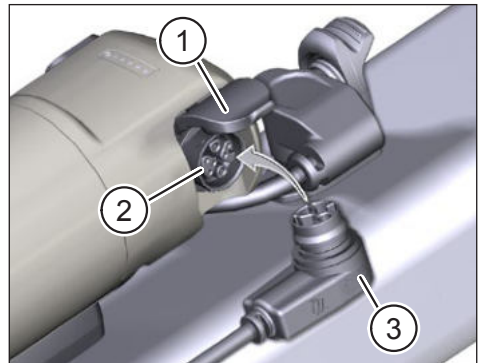

Fig. 3: Range extender laden
- ▶ Klap het deksel (Pos. 1 in Fig. 3) op de laadpoort van de range extender open.
- ▶ Controleer of de contacten in de laadpoort (Pos. 2 in Fig. 3) vrij zijn van vuil en reinig ze indien nodig.
- ▶ Steek de oplaadstekker (Pos. 3 in Fig. 3) van de opCharger in de oplaadpoort van de range extender.